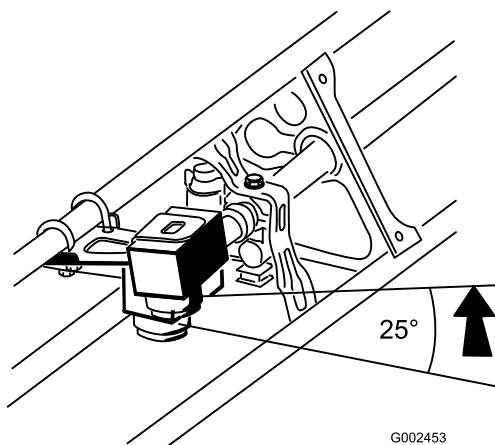

Figura 3
4. Gire el sensor y el tubo de protección hacia arriba hasta que estén a 25 grados aproximadamente por encima del horizontal, luego apriete todas las contratuercas de las abrazaderas para sujetar el sensor y el tubo de protección (Figura 3). El tubo de protección debe quedar por encima del sensor al terminar el ajuste.